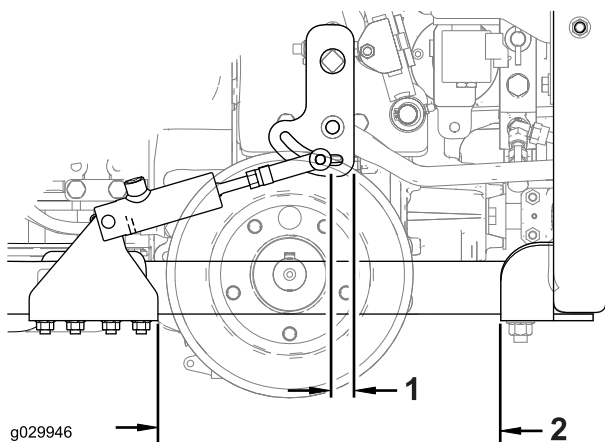

図 10
6. シリンダを一杯に伸ばし、図 10に示す一に取り付ける。